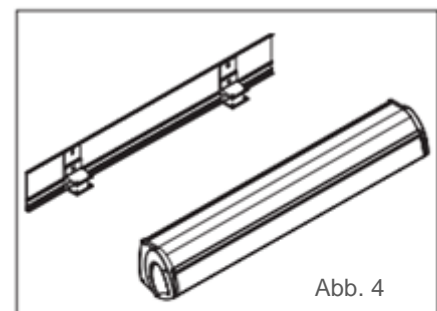

Abb. 4
- Montage der Stützplatte an die Wand (Abb. 4). In diesem Falle wird die Stützplatte unter Wand und Wandkonsolen befestigt. Die Stützplatte muss deshalb an der Installationsstelle mit den nötigen Löchern ausgestattet werden. Vor dem Ausbohren der Löcher ist es notwendig, sich von Lage der einzelnen Verankerungselemente zu versichern.